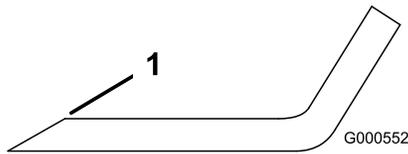

Figura 54
- Utilice una lima para afilar el filo de corte en ambos extremos de la cuchilla (Figura 54).
Nota: Si la cuchilla no está equilibrada, rebaje algo el metal en la parte de la vela solamente con una lima (Figura 54).